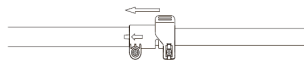

Рис. 1
- Сумістіть паз на кінцях телескопічної штанги (К) зі стрілкою на верхній штанзі (М) і вставте верхню штангу (М) в телескопічну штангу (К) (див. рис.1).